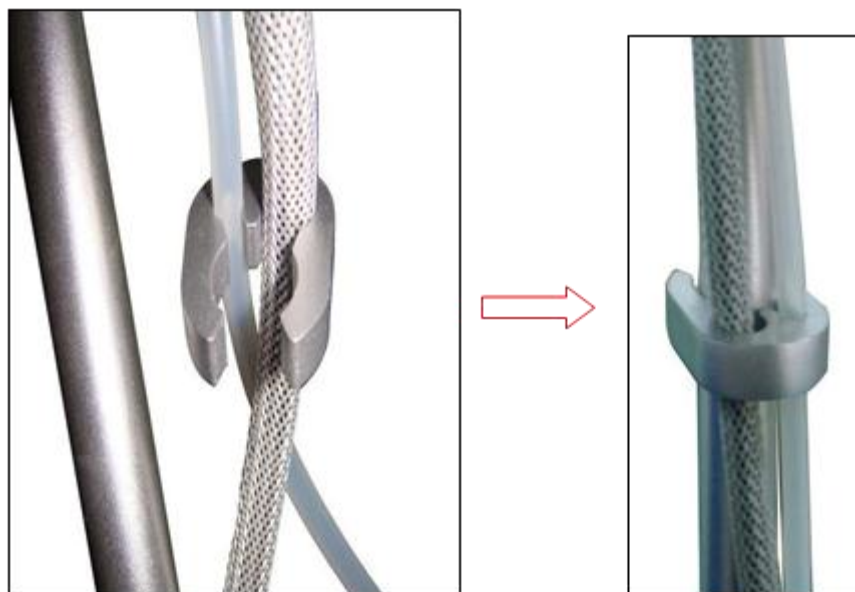

Figura 4.3-6
- 6) Instalação dos Grampos. Coloque o tubo de ar e a unidade do cabo na abertura dos grampos, então o aperte no braço óptico (Figura 4.3-6).